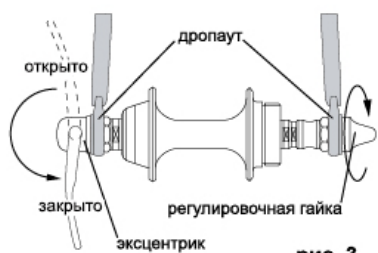

рис. 3
2. откройте эксцентриковый зажим, под тяжестью велосипеда, колесо само установится точно в посадочных окончаниях вилки. При необходимости регулировки усилия зажима эксцентрика, отрегулируйте его регулировочной гайкой. (рис. 3) Усилие при закрытии эксцентрика – 10-15 н/м.
рис. 3а
рис. 3б
рис. 3в